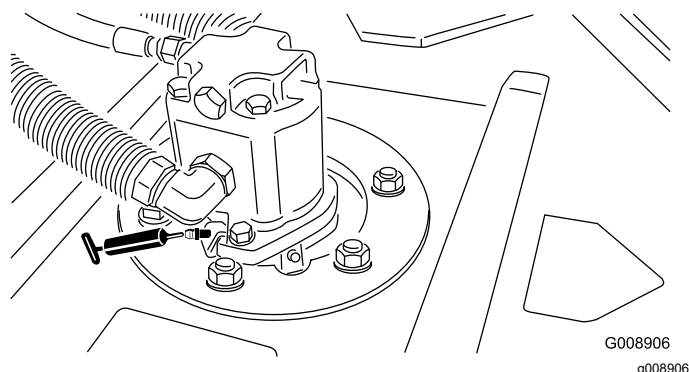

Figure 37
- Roulements d'axes de pivots des unités de coupe (2 par unité de coupe) – Figure 37